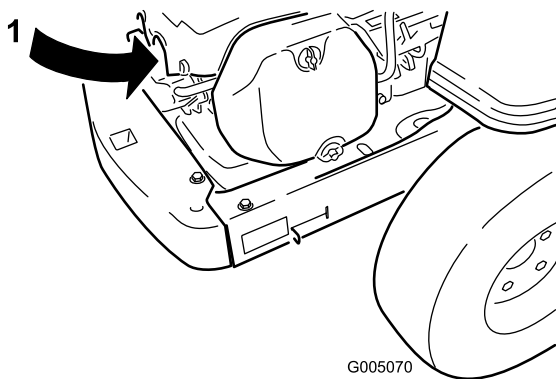

Figura 31
2. Retire el cable de la bujía (Figura 31). Limpie alrededor de la bujía para evitar que entre suciedad en el motor y pueda causar daños.
3. Conecte el cable a la bujía (Figura 31).